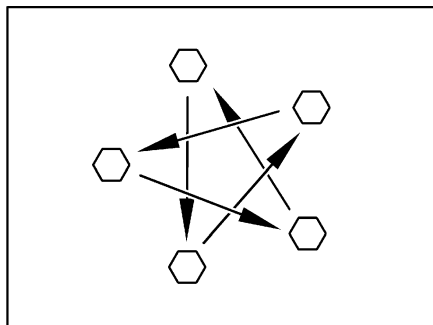

Fig. 158 Serrare a croce i dadi o i bulloni delle ruote
- Controllare regolarmente il serraggio dei dadi o dei bulloni. Regolare a croce (Fig. 158) il serraggio dei dadi o dei bulloni di una ruota sostituita dopo circa 50 km.
- ▶ Serrare a croce i dadi o i bulloni delle ruote (Fig. 158).